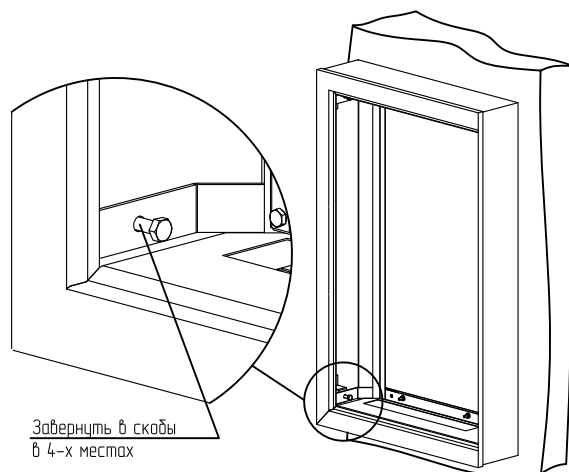

Рисунок 9
4.2 Вставьте корпус в Кожух ЩЭ и закрутите болты М8х45, установленные в корпусе, в отверстия П-скоб Кожуха ЩЭ (рисунок 9).